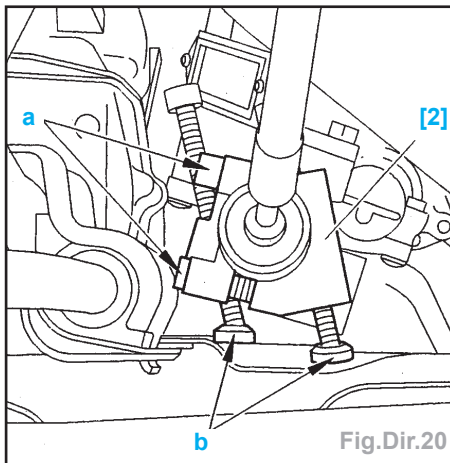

Fig.Dir.20
- Positionner l'outil [2] sur la denture de crémaillère afin que ses appuis rotulés prennent appui sur le berceau (Fig. Dir.20).